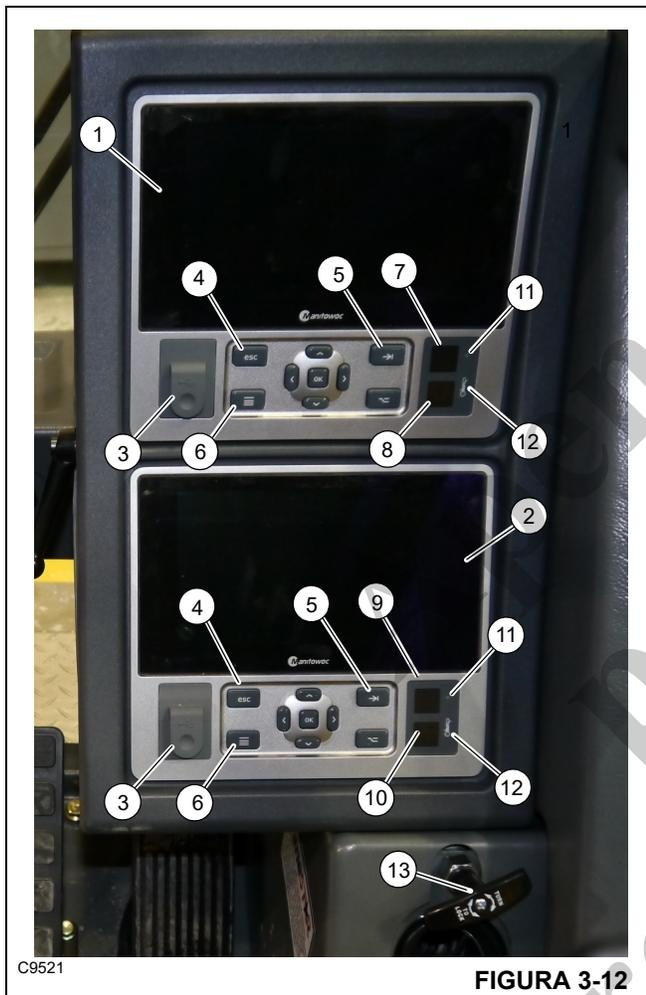

FIGURA 3-12
A alavanca de controle do pino de trava de giro da plataforma rotativa (13) (Figura 3-12) localiza-se ao lado do console dianteiro no lado direito da cabine. Quando a alavanca de controle é empurrada para baixo e a superestrutura está diretamente acima da parte dianteira do transportador, o pino da trava de giro cai no terminal localizado na estrutura do transportador, travando a superestrutura no lugar. Quando a alavanca de controle é puxada para cima, o pino é puxado para fora do terminal, desbloqueando a superestrutura.